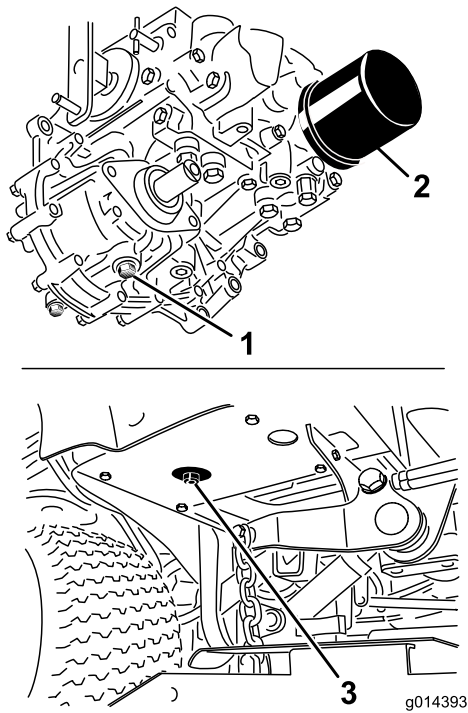

图49
3. 在液压油箱和变速箱下放一个大放油盘，拔出排油塞，排出所有液压油（图49）。
4. 清洁液压油过滤器周围的区域，然后取下过滤器 (图49)。